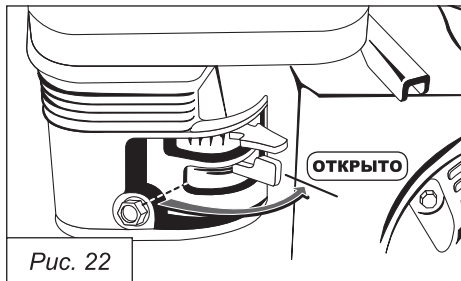

Рис. 22
2. Откройте топливный кран (рис. 22).